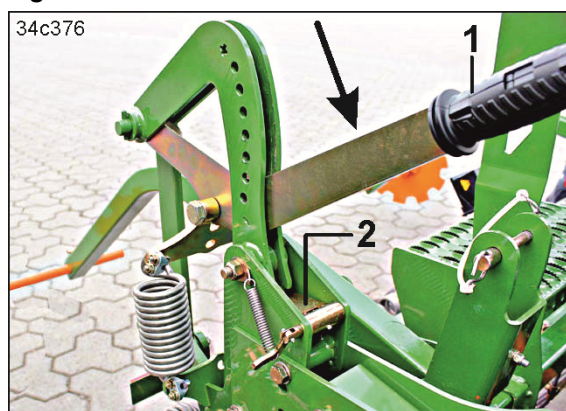

Fig. 188
4. Pousser le levier (Fig. 188/1) dans le sens de la flèche jusqu'à l'enclenchement de la tôle de blocage (Fig. 188/2).